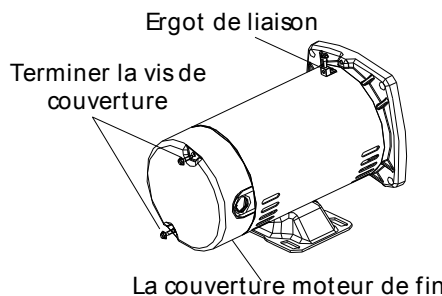
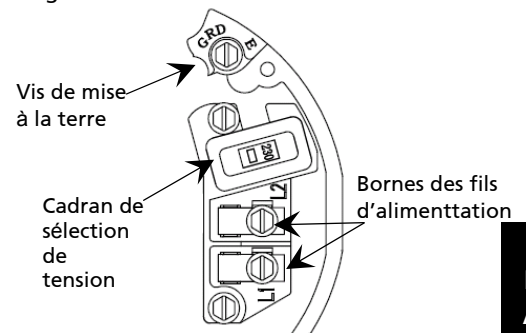

Figure 4A- Dépôt du capot d'extrémité du moteur
Figure 4B- Tension réglée sur 230V, type à cadran
Si vous avez un moteur fonctionnant avec deux tensions différentes, et le connectera à 115 volts, suivre la procédure au dessous. Vous aurez besoin d'enlever la couverture de fin moteur pour changer la tension quireglé (voit la Figure 4A). Votre conseil délimitant moteur (a localisé sous la couverture de fin moteur) devrait avoir l'air du l'un dans la Figure 4B.
2. Choisir la position EN HAUT de bouton pour 115V ou EN BAS position pour 230V jusqu'à ce que 115 ou 230 montré dans la fenêtre de cadran (voit la Figure 4B).